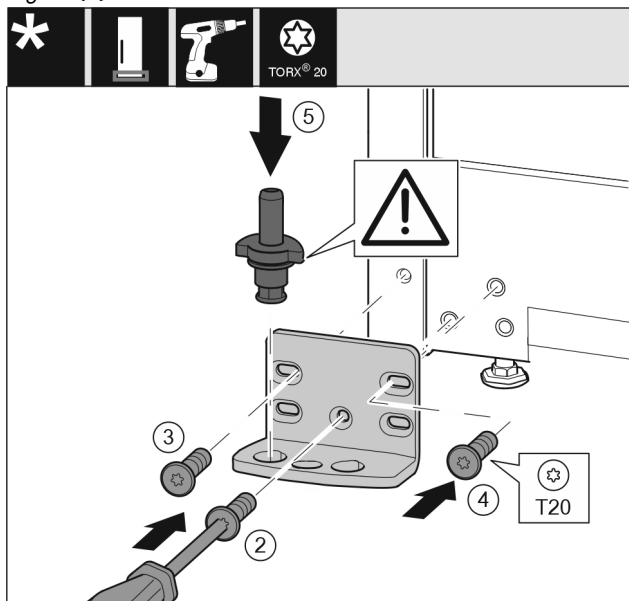

Fig. 18
- Coloque el soporte de cojinete en el otro lado y atorníllelo con la ayuda de un destornillador T20. Comience por el tornillo 2 en la parte inferior central. Fig. 18 (2)
- Atornille los tornillos 3 y 4. Fig. 18 (3,4)
- Coloque el perno de cojinete completo. Preste atención a que el saliente de retención esté orientado hacia atrás. Fig. 18 (5)